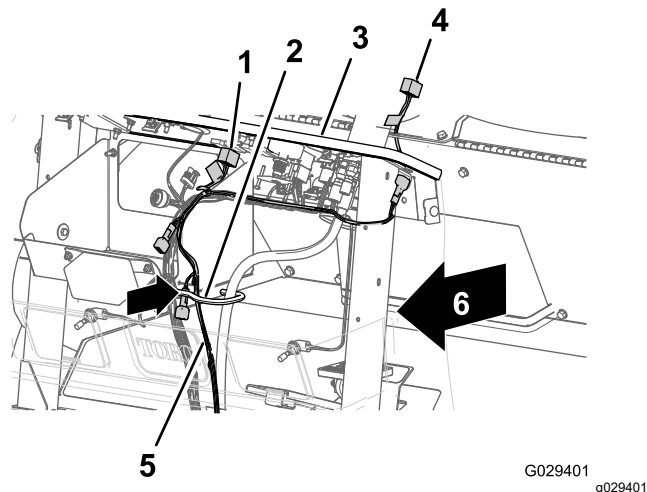

Figure 15
- Faites passer la branche tableau de bord de 240 cm du faisceau de câblage par le passe-câble de l'ouverture dans le tablier avant et à l'intérieur du crochet de câble et de flexible (Figure 15).